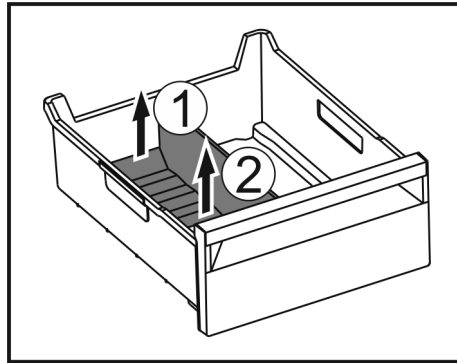

Fig. 74
- ▶ Підняти задню частину перегородки відділення для льоду. Fig. 74 (1)
- ▶ Вилучити перегородку рухом вгору. Fig. 74 (2)